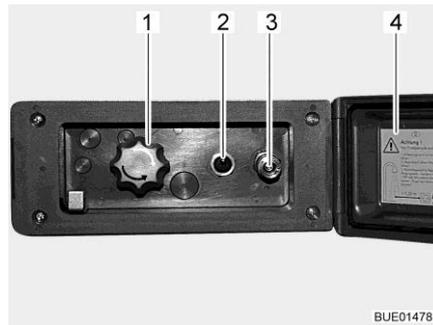

Fig. 168 Conexión de ducha exterior
- Desbloquear y abrir la tapa (Fig. 168,4).
- Conectar la manguera de la ducha exterior al cierre rápido (Fig. 168,3).
- Encender la bomba de agua con el interruptor (Fig. 168,2).
- Ajustar la temperatura del agua con el botón giratorio (Fig. 168,1) según se desee.
- Apagar la bomba de agua con el interruptor (Fig. 168,2).
- Cerrar la tapa (Fig. 168,4) y bloquearla con la llave.
- Poner el botón giratorio (Fig. 168,1) en la posición central.